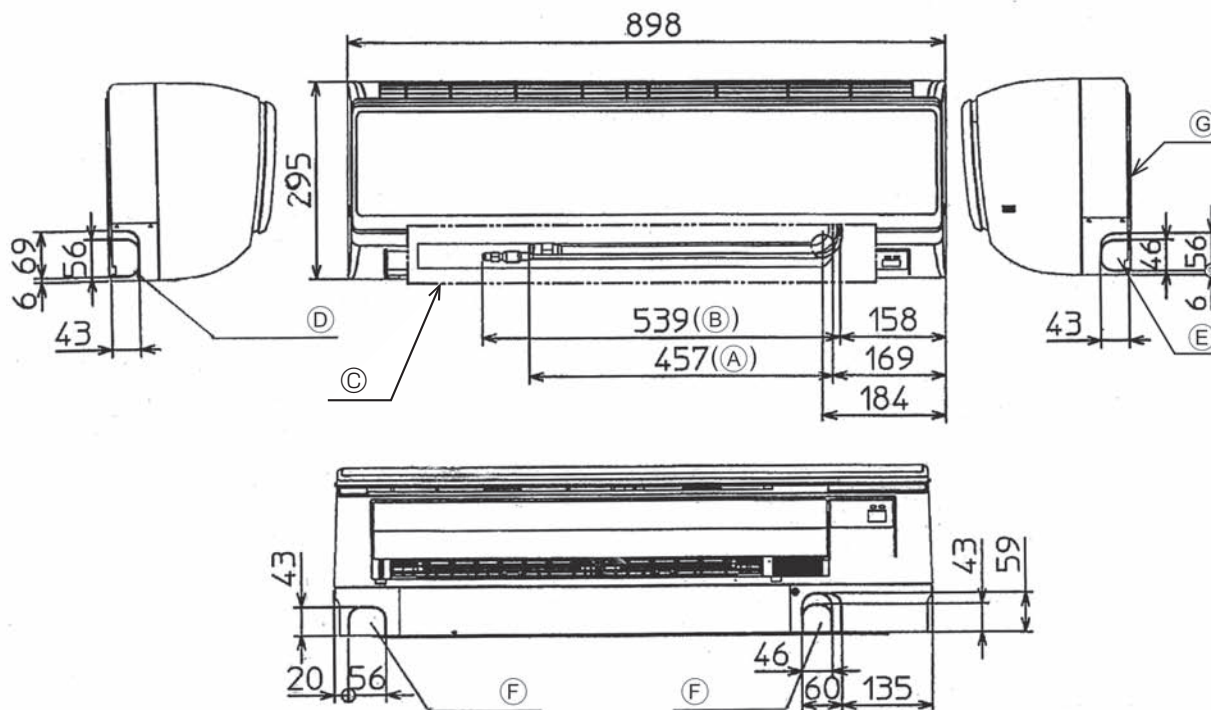

Fig. 4-2
4.2. Anordnung der Kältemittel- und Ablassrohrleitungen (Fig. 4-2)
- (A) Gasrohr * Verweist auf den Zustand mit angeschlossenem Zubehör.
- (B) Flüssigkeitsrohr
- (C) Ablaufschlauch (effektive Länge: 400)
- (D) Ausschlagöffnung für linke Rohrleitung
- (E) Ausschlagöffnung für rechte Rohrleitung
- (F) Ausschlagöffnung für untere Rohrleitung
- (G) Montageplatte ①